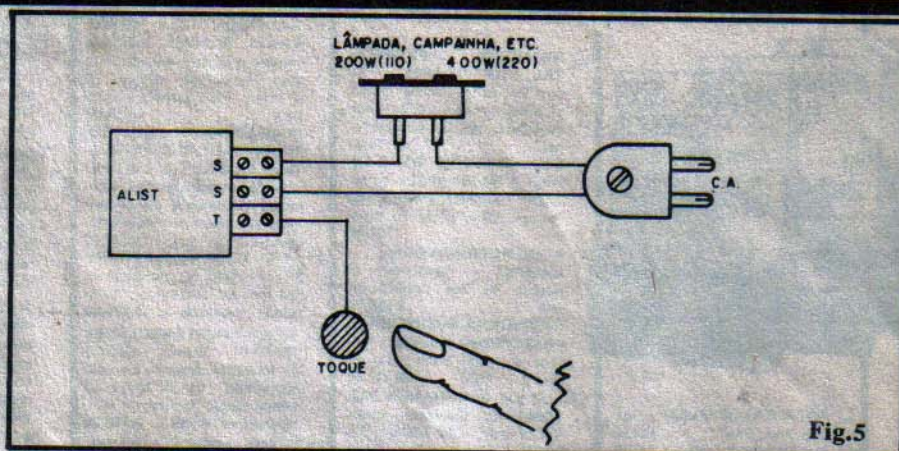

Fig. 5
**FIG. 5** - Diagrama de instalação e utilização do ALIST. Observar que os pontos "S-S" são ligados à rede C.A. e à tomada destinada a receber a carga controlada. MUITA ATENÇÃO nessas ligações,
Não há muito o que explicar: à tomada de SAÍDA (ver fig. 5) pode ser ligada uma lâmpada incandescente comum, ou mesmo várias lâmpadas em paralelo (respeitados os limites de "wattagem" já mencionados), ou uma cigarra comum de C.A. (dessas usadas em campainhas residenciais...). Encostando um dedo no contato de toque, a carga será acionada (a lâmpada acenderá ou a campainha tocará...). O acionamento é momentâneo, ou seja, ocorre apenas durante o toque. Removendo-se o dedo, a carga é imediatamente desenergizada. Se o contato de toque for relativamente grande (uma placa metálica com algumas dezenas de centímetros quadrados...), a conexão ao circuito deverá ser feita com cabo blindado e eventualmente - o valor do capacitor original de 100pF deverá ser experimentalmente alterado, de modo a reduzir um pouco a sensibilidade geral do circuito (que fica um tanto "exacerbada", no caso...). Com tal disposição, o ALIST chega até a funcionar